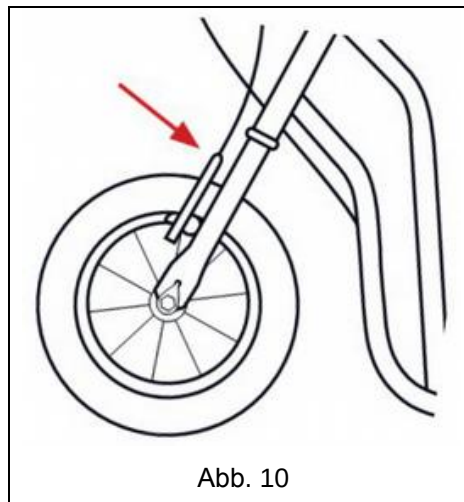

Abb. 5
6. Legen Sie die Lenkstange in den Vorbau ein (siehe Abb. 5), und stellen Sie die Höhe der Lenkstange vom Boden nach dem Bedarf des Fahrers ein. Der Strich für das maximale Herausschieben befindet sich auf dem Vorbau. Überprüfen Sie, ob die Achse der Lenkstange mit der Vorderrolle ausgerichtet ist, und ziehen Sie die Schraube ordnungsgemäß nach (Abb. 4).